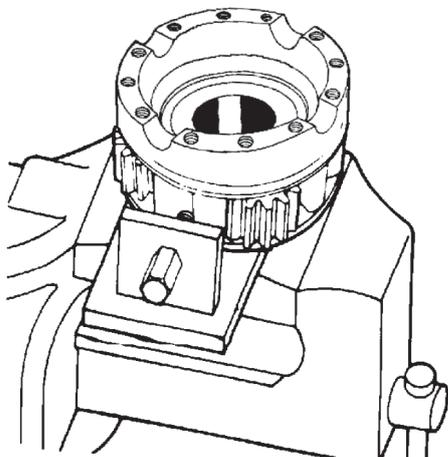

Figura 66
- E. Imobilize a caixa dos satélites-metade planetária, utilizando um dispositivo adequado (Figura 66);